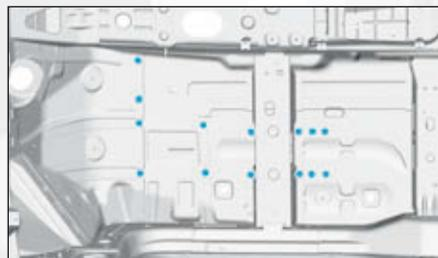

FIG.15
- sur 3 épaisseurs de tôle les 14 points intérieurs (Fig.15),